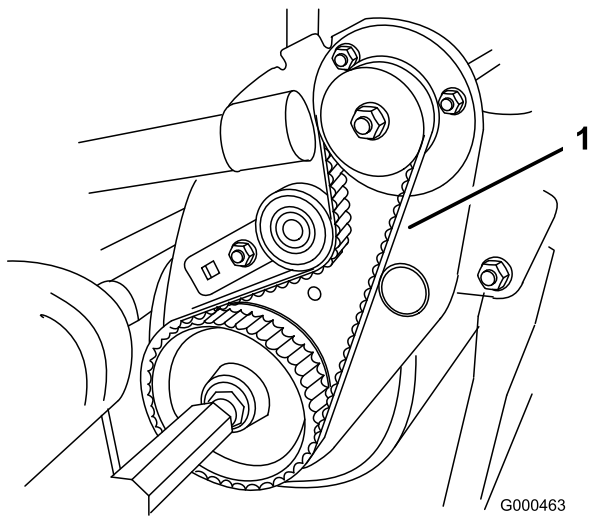

Bild 41
2. Prüfen Sie die Spannung des Riemens (Bild 41). Wenden Sie eine Kraft von $2 \pm 0,5$ kg in der Mitte der Scheiben an. Der Riemen muss sich 6 mm durchbiegen lassen. Machen Sie bei einem falschen Durchbiegungswert mit dem nächsten Schritt weiter.